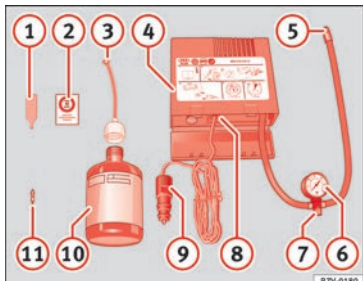

Fig. 57 Représentation standard : contenu du kit anticrevaison.
- Dévissez le capuchon et l'obus de la valve du pneu. Utilisez l'appareil » fig. 57 ① pour extraire l'obus. Placez-le sur une surface propre.
- Agitez fortement la bouteille de produit de colmatage des pneus » fig. 57 ⑩.
- Vissez le tuyau de gonflage » fig. 57 ③ sur la bouteille de produit de colmatage. Le plombage du goulot de la bouteille est automatiquement percé.
- Retirez le bouchon du tuyau de remplissage » fig. 57 ③, puis vissez l'extrémité ouverte du tuyau sur la valve du pneu.
- Placez de nouveau l'obus de valve sur la valve du pneu avec l'outil » fig. 57 ①.
- Vissez le tuyau de gonflage du pneu du compresseur » fig. 57 ⑤ sur la valve du pneu.
- Vérifiez si la vis d'évacuation d'air est serrée » fig. 57 ⑦.
- Branchez le connecteur » fig. 57 ⑨ à une prise de courant de 12 volts du véhicule » page 144.
- Raccordez le compresseur d'air au commutateur ON/OFF » fig. 57 ⑧.